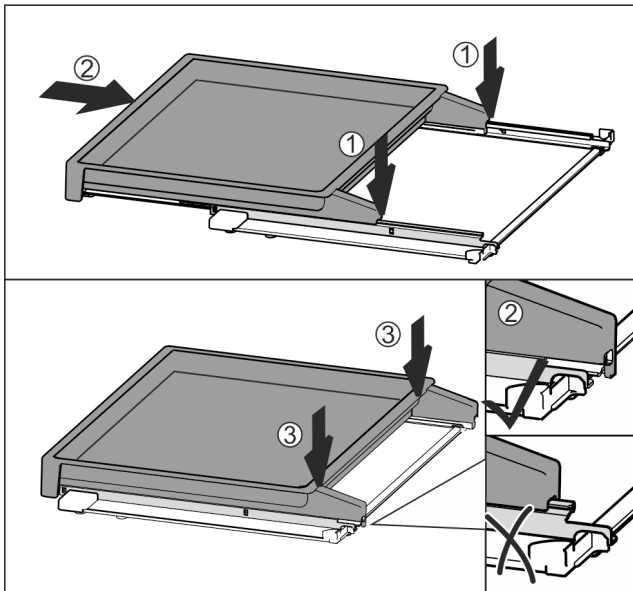

Fig. 44
- ▶ Встановіть по центру на рейки Fig. 44 (1).
- ▶ Повністю вставте витяжну панель Fig. 44 (2).
- ▶ Натиснути на задній бік, доки вона не зафіксується зі звуком Fig. 44 (3).